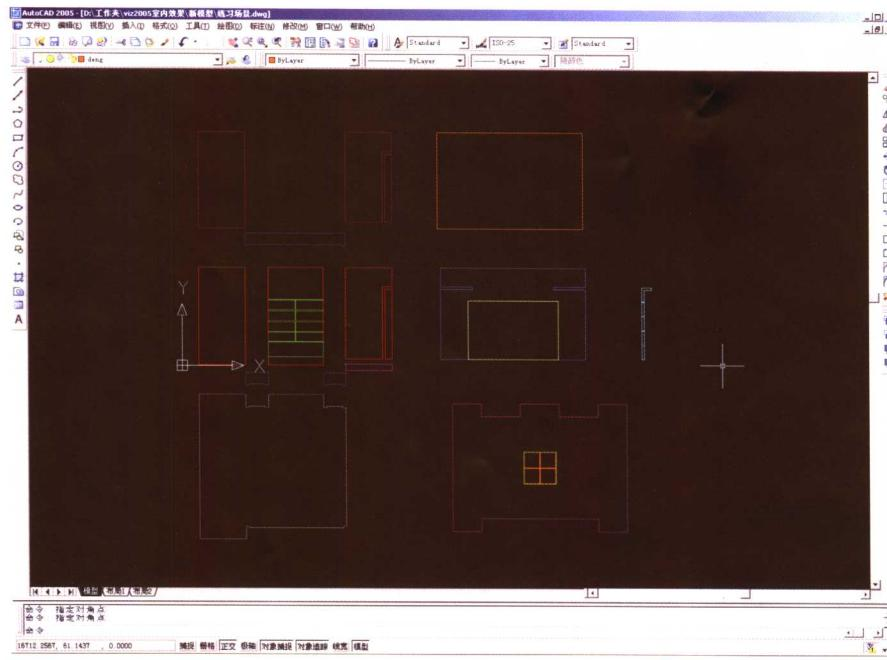

图 1-1 打开随书光盘中的 DWG 文件
(1) 创建一个文件夹，取名“场景模型”。在其目录下再创建名为“精确模型”的文件夹。
(2) 在桌面启动 AutoCAD 程序。单击打开按钮，选择随书光盘中的 cad 文件\精确模型.dwg 文件并将其打开，如图 1-1 所示。